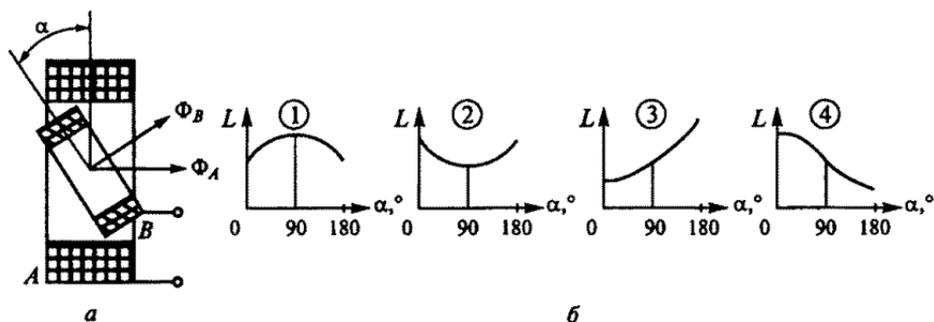

Рис. 62
2.38. Вариометр на рис. 62, *a* состоит из двух последовательно соединенных катушек: неподвижной *A* и подвижной *B*, индуктивности которых одинаковы, т. е. $L_A = L_B$. Какой из четырех графиков на рис. 62, *б* правильно отражает зависимость общей индуктивности вариометра от угла поворота α ?